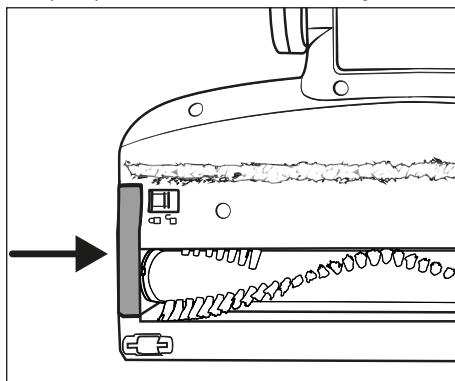

Fig. 27
- 6) Vuelva a montar el soporte del rodillo de cepillos ④0 en el cepillo para suelos ②②. Presiónelo hacia abajo hasta que encastre con un chasquido en el cepillo para suelos ②② (consulte la fig. 27).